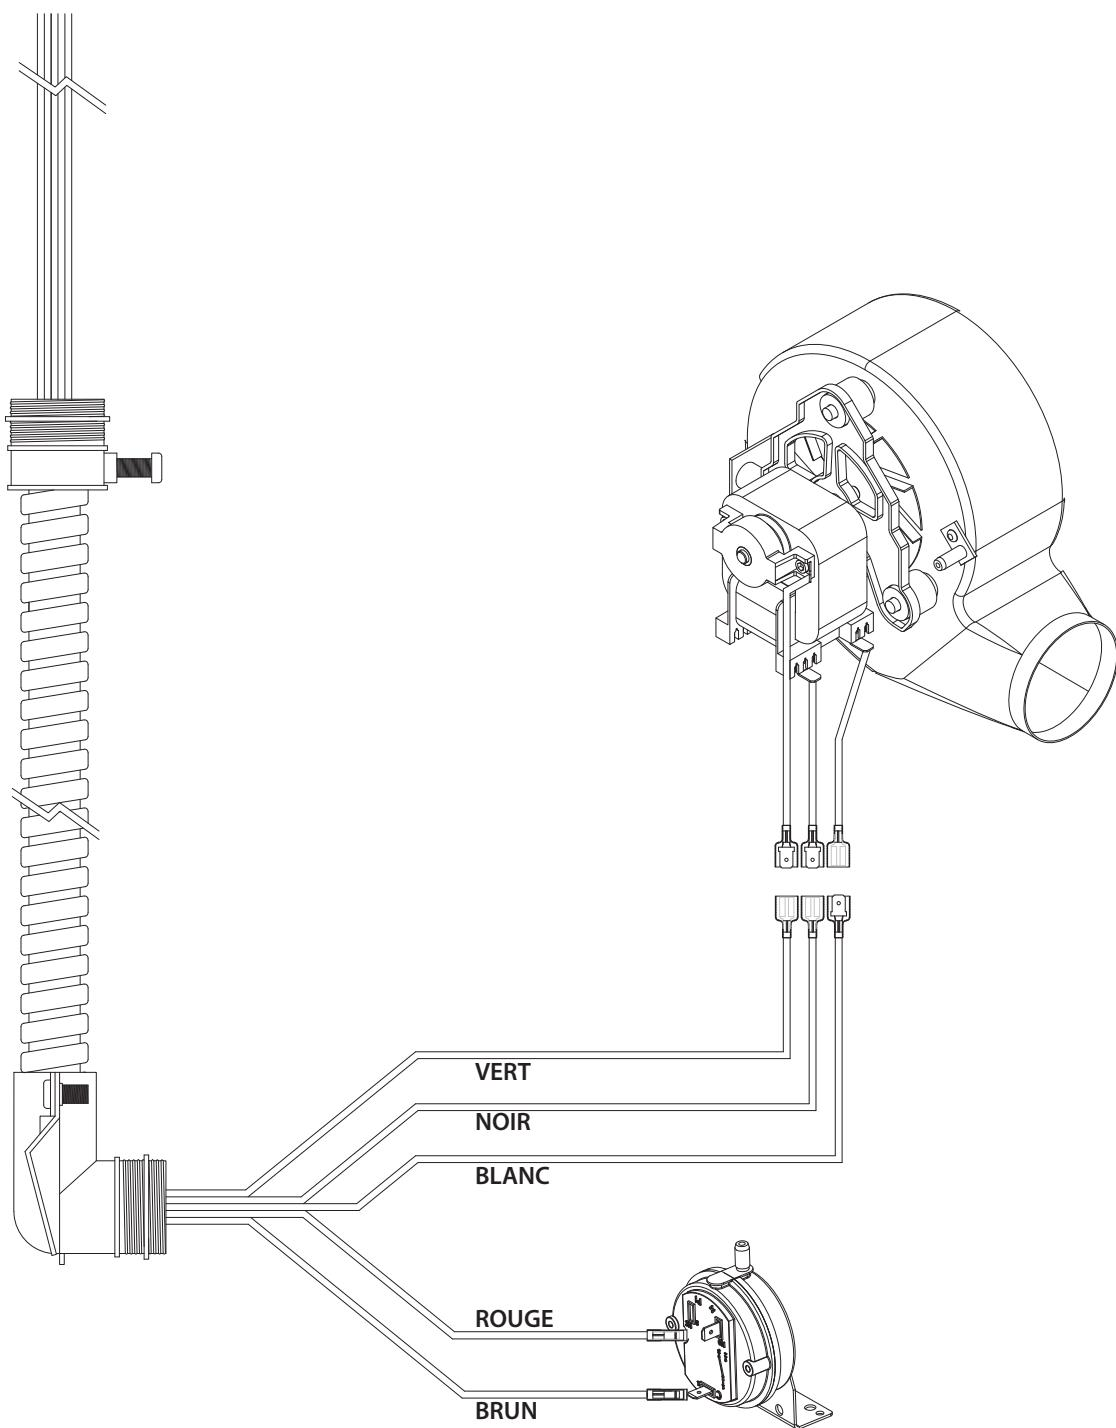

Figure 3.13, Câblage interne du Power Vent
4. Insérez le faisceau de câble du KPV dans le trou d'accès électrique dans le couvercle arrière du chapeau. Voir Figure 3.10 et Figure 3.13. (*Suite des instructions à la page suivante.*)
NOTE: Utilisez le schéma de câblage de Figure 3.13 (page 14) pour vous guider, en suivant les instructions ci-dessous.